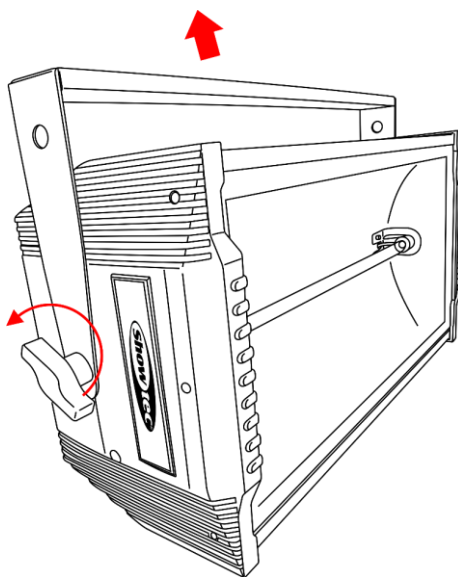

Fig. 03
- 02) Togliere la staffa (Fig.03).